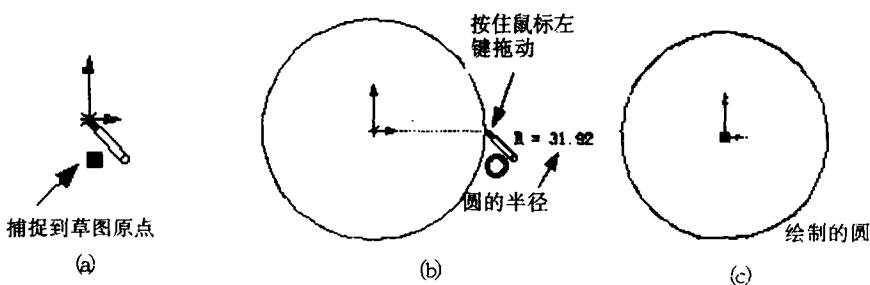

图1.10
- (3) 移动鼠标到草图原点，当光标变为图示形状时表明已经捕捉到草图原点，如图 1.10(a) 所示。按下鼠标左键并拖动，拖动时 SolidWorks 会提示当前位置圆的半径，如图 1.10(b) 所示。当半径大约等于 30 时松开鼠标，即绘制了一个半径大约为 30 的圆，如图 1.10(c) 所示。